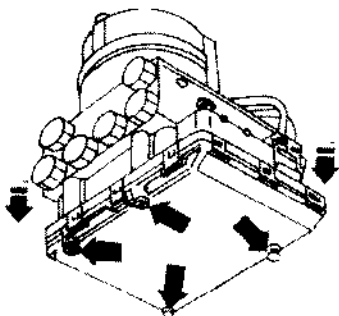

图 7.76 拆下 ABS ECU 与调节器的连接螺栓
① 压下连接器侧的锁扣, 拆开制动压力调节器上液压系的线束连接器。
② 用专用套筒扳手拆下 ABS ECU 与制动压力调节器的四个连接螺栓。如图 7.76 所示。